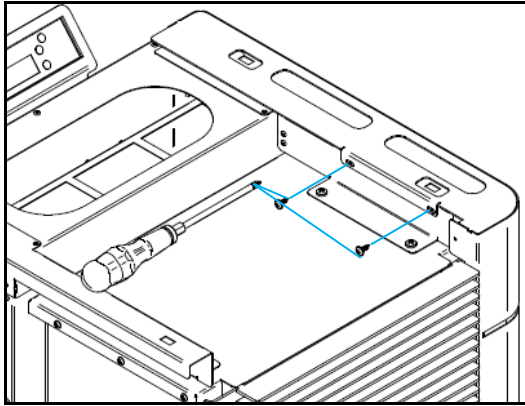

Figura 24 - Fijación de las laterales de las envolventes na parte superior
f) Para el modelo K200 todavía es necesario colocar la tapa frontal de acabado que vino junto con la máquina. Debes usar 2 tornillos del kit como se muestra en la Figura 24.